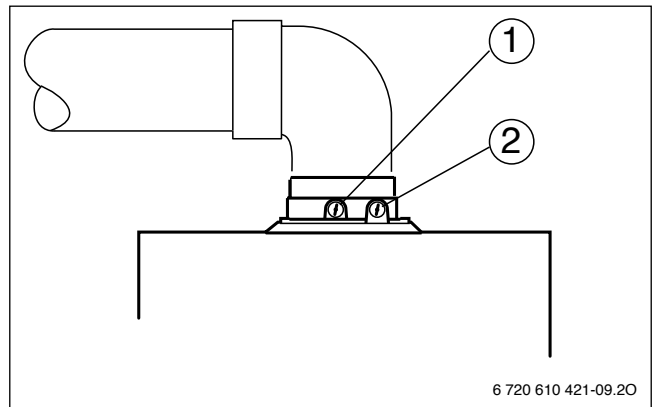

Рис. 61
- ▶ Снять заглушку с измерительного штуцера воздуха для горения (2) (→ рис. 61).
- ▶ Снять заглушку с измерительного штуцера дымовых газов (1) (→ рис. 61).